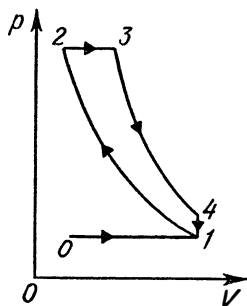

Рис. 5. Рабочая диаграмма цикла дизеля
1. Процесс впуска (на рабочей диаграмме, представленной на рис. 5, линия $0-1$). Поршень движется от ВМТ к НМТ. При этом впускной клапан открывается. Вследствие разрежения, создающегося над поршнем, воздух заполняет цилиндр.
2. Процесс сжатия (адиабата $1-2$ на рис. 5). Поршень движется от НМТ к ВМТ, сжимая воздух в цилиндре. Оба клапана при этом закрыты. В результате быстрого сильного сжатия температура воздуха внутри цилиндра возрастает до 600°C , а давление повышается до $(35-40) \cdot 10^5$ Па. В конце сжатия при положении поршня, близком к ВМТ, через форсунку в цилиндр под давлением $(120-200) \times 10^5$ Па впрыскивается мелко распыленное жидкое топливо. Смешиваясь с сильно нагретым воздухом, топливо сначала нагревается, а потом самовоспламеняется (изобара $2-3$ на рис. 5).
3. Процесс расширения (рабочий ход). На рис. 5 этому процессу соответствует адиабата $3-4$. Во время рабочего хода поршень движется от ВМТ к НМТ. Впускной и выпускной клапаны при этом закрыты. В самом начале рабочего хода поршня впрыскивание топлива и его сгорание в цилиндре еще продолжают. Температура газов, образовавшихся во время сгорания топлива, возрастает до $1800-2000^\circ\text{C}$, а их давление — до $(55-65) \cdot 10^5$ Па. Это давление передается поршнем через шатун коленчатому валу, заставляя его вращаться и производить работу.